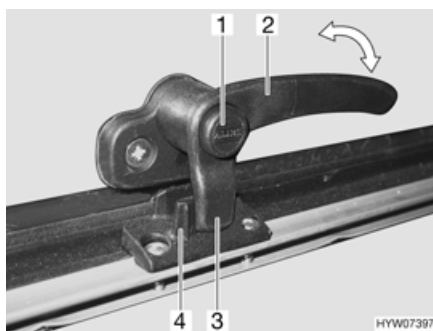
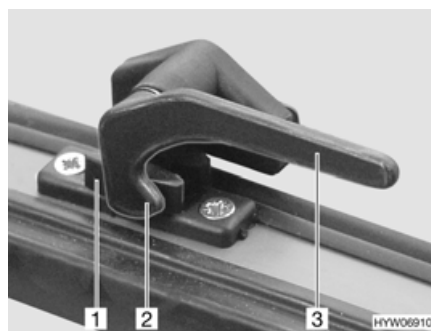

Fig. 93 Levier de verrouillage avec bouton de sécurité en position "Fermé"
Fig. 94 Levier de verrouillage en position "Fermé"
- S'il existe, appuyer sur le bouton de sécurité (Fig. 93,1) et le maintenir enfoncé.
- Tourner le levier de verrouillage (Fig. 93,2 ou Fig. 94,3) d'un quart de tour vers le centre de la fenêtre.
- Tourner le levier de verrouillage (Fig. 93,2 ou Fig. 94,3) d'un quart de tour vers le cadre de la fenêtre. Le tenon de verrouillage (Fig. 93,3 ou Fig. 94,2) du levier de verrouillage repose complètement sur le côté intérieur du verrouillage de fenêtre (Fig. 93,4 ou Fig. 94,1).
- En position "Fermé" (Fig. 93 et Fig. 94)